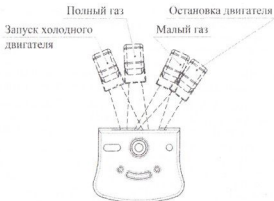

Рисунок 10 – Положения рычага акселератора (рычага газа).
5.4.1 Установите рычаг стартового ускорителя (рычага газа) в положение «STOP» (Остановка двигателя) рисунок 10.
6.1.1 При запуске холодного двигателя переведите рычаг газа из положения «STOP» (Остановка двигателя) в режим запуска холодного двигателя (рисунок 10).
6.1.4 При запуске горячего двигателя, переведите рычаг газа в среднее положение между малым и полным газом (рисунок 10), и произведите запуск двигателя.
6.3.1 Установите рычаг газа в положение малого газа (рисунок 10).
6.4.2 Переместите рычаг стартового ускорителя (рычага газа) (рисунок 10) в положение «STOP» (Остановка двигателя).